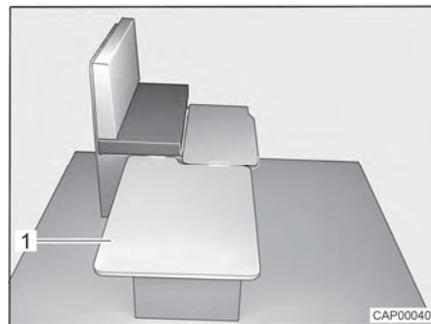

Fig. 46 Durante la transformación
- Enganchar la tabla de apoyo (Fig. 46,1) lateralmente en el banco y colocarla en la mesa.